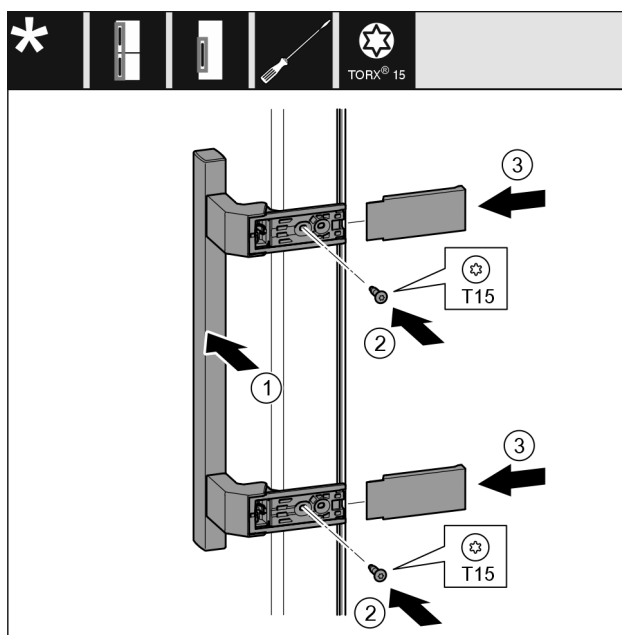

Fig. 23
- 将把手 Fig. 23 (1) 放到反面。
- 将螺钉 Fig. 23 (2) 用螺丝刀拧紧。
- 将盖板 Fig. 23 (3) 放置到侧面并插入。